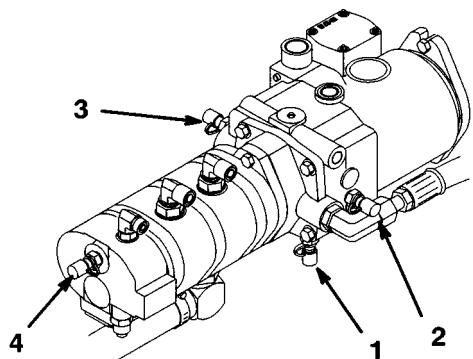

図 61
- 4 . テストポートD (図61) は、トランスミッションの下にあり、トランスミッションのチャージ圧の測定用です。
- 5 . テストポートE (図61) は、前進走行油圧の測定用です。
6. テストポートF(図61)は、後退走行油圧の測定用です。
7. テストポートG(図61)は、パワステ油圧の測定用です。